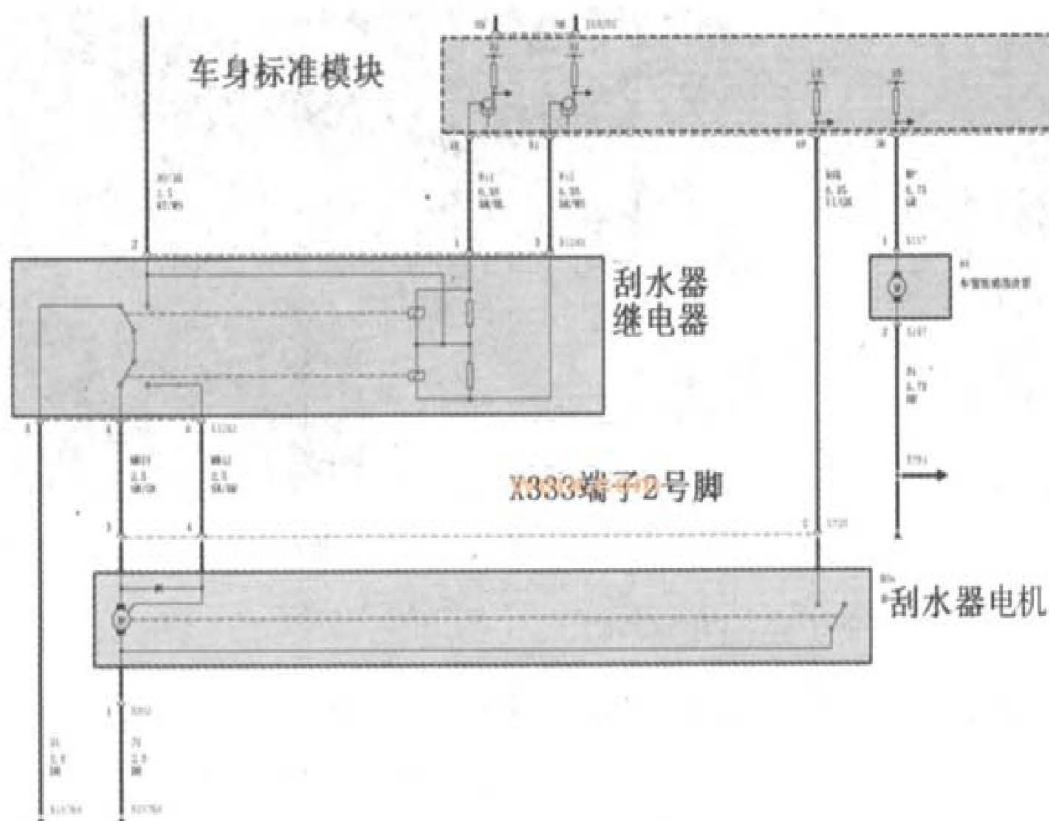

图1 刮水器电机相关电路
- 1). 连接汽车故障诊断仪读取的故障代码是刮水器电机故障、刮水器电机防卡保护, 依据故障代码的内容, 按照检查计划进行逐步的分析排除。首先检查刮水器电机输出端子 X333 的 2 号脚有无输出电压, 如图 1 所示。